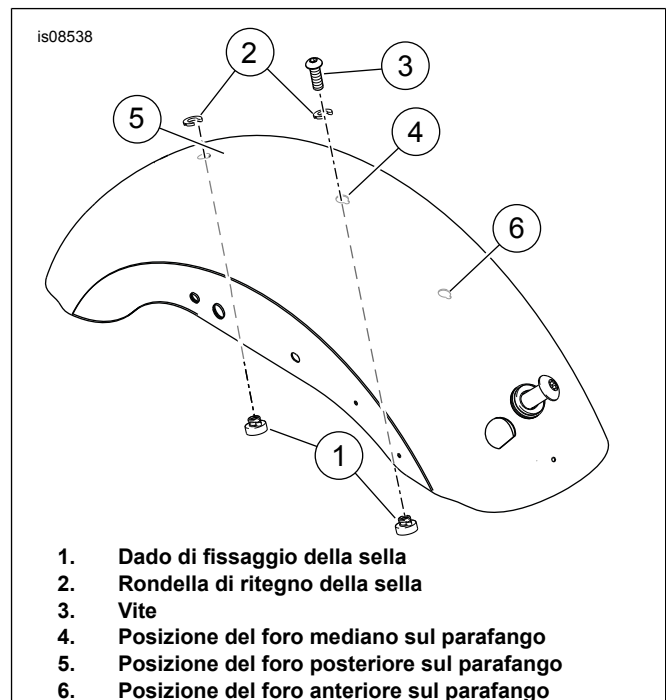
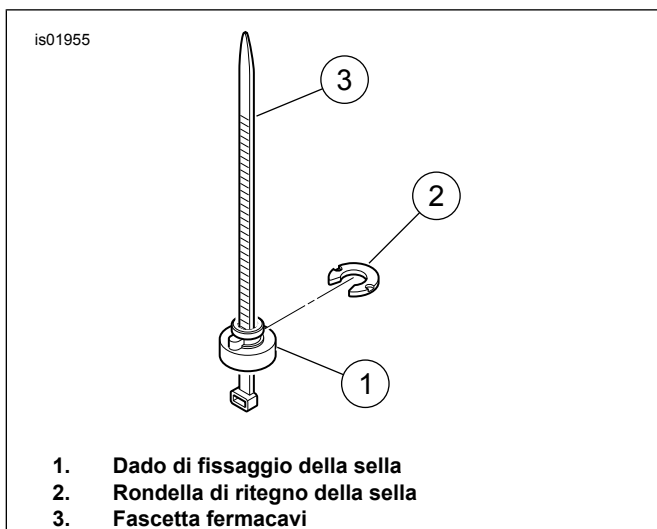

Figura 1. Posizioni del dado di fissaggio e della rondella della sella
Figura 2. Dado di fissaggio della sella, rondella di ritegno della sella e attrezzo di installazione
- a. **Per modelli XL 883N, XL 1200V e XL 1200X:** Vedere Figura 1 e Figura 4. Rimuovere la vite (3) dal punto del foro posteriore (5). Conservare la vite per l'installazione. Montare la sella con la rondella di guida (n. parte 7487) sotto la linguetta di montaggio della sella. Fissare la sella con la vite esistente (n. parte 3085) nel foro della vite posteriore. Serrare a 2,3–4,5 N·m (20–40 in-lbs).
- b. Inoltre, è possibile utilizzare la staffa di montaggio (n. parte 5176-97A). **Per modelli XL 883L:** Vedere Figura 1. Installare il kit di fissaggio della sella nel punto del parafango posteriore (5). Vedere Figura 2. Si può utilizzare una fascetta fermacavi (3) come aiuto nell'installazione. Collocare il dado di fissaggio (1) sulla fascetta fermacavi. Collocarlo in modo che l'estremità larga del dado poggi sull'occhiello della fascetta. Passare la fascetta fermacavi in alto sotto il parafango e attraverso il foro nel parafango. Tirare la fascetta fermacavi verso l'alto per tenere il dado stretto contro il lato inferiore del parafango. Fissare la sella con la vite della sella originale. Serrare a 2,3–4,5 N·m (20–40 in-lbs).
- a. Vedere Figura 1. Se il dado di fissaggio è installato nel foro mediano (4). Fissare la sella con la vite della sella originale. Serrare a 2,3–4,5 N·m (20–40 in-lbs).
- b. Vedere Figura 1. Installare il kit di fissaggio della sella nel punto mediano del parafango (4). Vedere Figura 2. Si può utilizzare una fascetta fermacavi (3) come aiuto nell'installazione. Collocare il dado di fissaggio (1) sulla fascetta fermacavi. Collocarlo in modo che l'estremità larga del dado poggi sull'occhiello della fascetta. Passare la fascetta fermacavi in alto sotto il parafango e attraverso il foro nel parafango. Tirare la fascetta fermacavi verso l'alto per tenere il dado stretto contro il lato inferiore del parafango. Fissare la sella con la vite della sella originale. Serrare a 2,3–4,5 N·m (20–40 in-lbs).